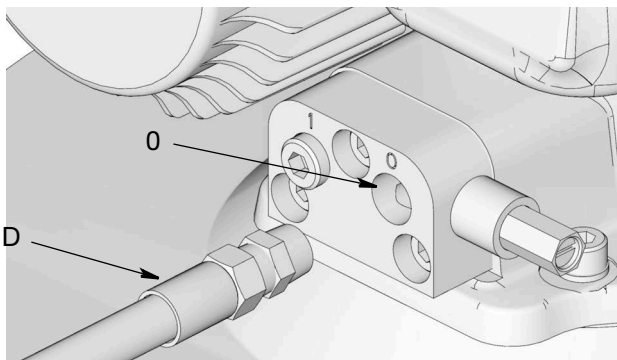

图 63: 润滑剂输出接头
- 连接定时器/控制器 (F) (用户提供, 若使用)。
- 将高压润滑剂供应管路 (D) 连接到排气阀或歧管的润滑剂输出接头 (O) 上 (图 63)。